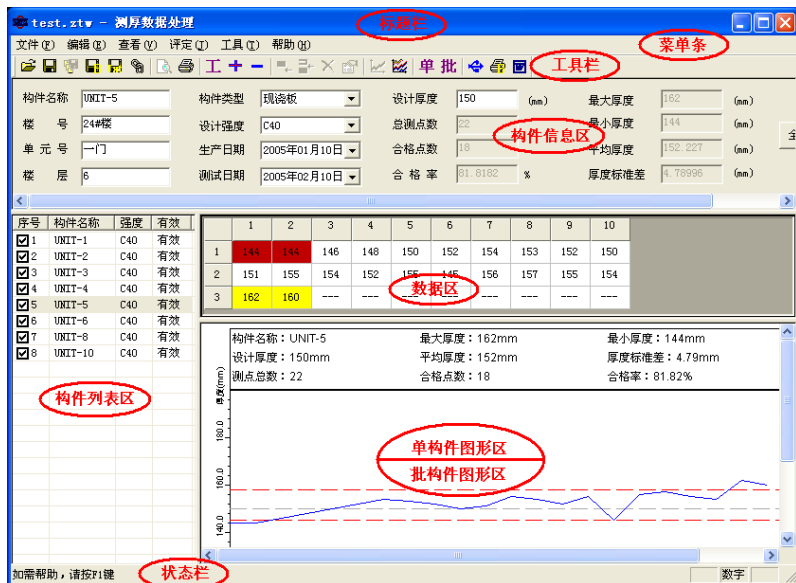

图 2.1 软件主界面
本软件界面主要由以下八部分组成(如图 2.1 所示): 标题栏、菜单条、工具栏、状态栏、构件信息区、构件列表区、数据区、单构件图形区/批构件图形区。
- 2) **菜单条**由 6 个下拉菜单项——**文件**、**编辑**、**查看**、**评定**、**工具**及**帮助**组成，如图 2.1 所示。单击每个菜单项都会出现一个下拉菜单，各对应一组功能。这 6 个菜单项的子菜单项包含了本软件的所有功能。当某些菜单项呈置灰状态时，表示当前状态下该功能无效。
本软件可打开从仪器内传输到计算中的数据文件（扩展名为 ZTW）。打开文件后，在图 2.1 所示的界面中的各区域都会显示相应的数据或信息。